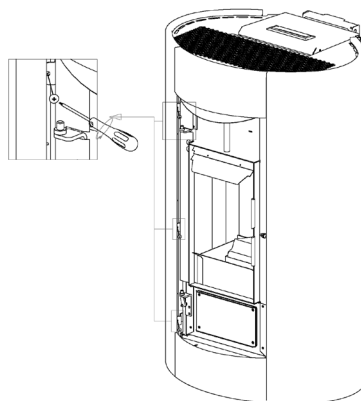

Fig. 60 - Δόντια σύνδεσης
- Για τη συναρμολόγηση προχωρήστε προς την αντίθετη φορά, ρυθμίζοντας τις μπροστινές, κάθετες και οριζόντιες προσόψεις ούτως ώστε να τις φέρετε στο ίδιο επίπεδο με τις πλευρές (βλ. **Fig. 60** και **Fig. 61**).